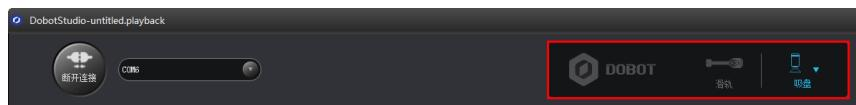

图 5.3 滑轨和末端套件下拉列表
- 在DobotStudio界面可以选择滑轨和末端套件。如图 5.3所示。